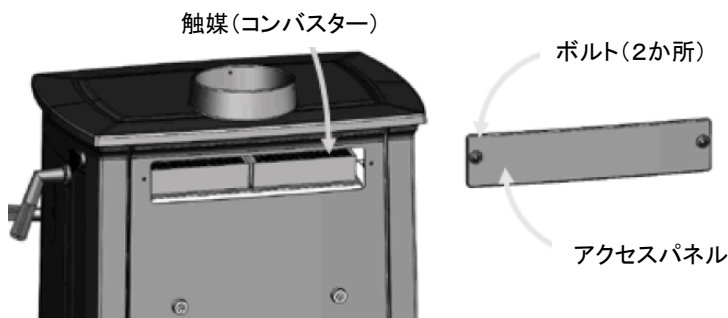

図 3. 背面:アクセスパネル
3. ストープ背面のアクセスパネルを外します。(図3. 参照)